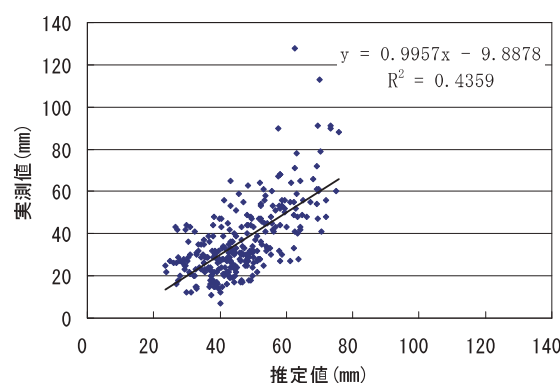

図2 最長の内部割れ長さの推定値と実測値との関係（スギ）
- 最長の内部割れ長さを推定するための「内部割れ評価シート」を作成し、これを用いて行った実証試験結果を図2に示します。なお、このシートは心持ち平角にも適用できます。